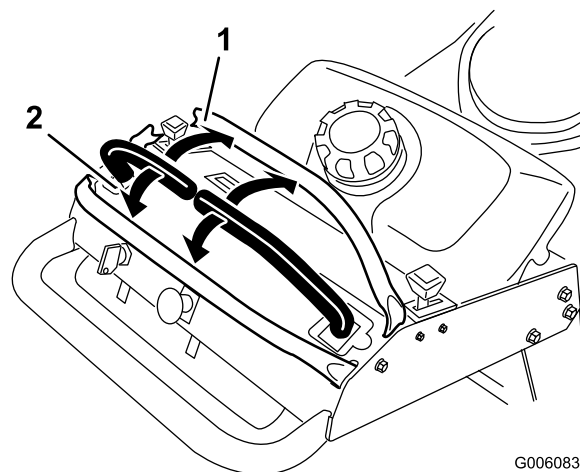

Figure 7
3. Pour vous déplacer en marche avant, poussez doucement les leviers de commande de déplacement vers l'avant (Figure 7).
Pour vous déplacer en ligne droite, appliquez une pression égale sur les deux leviers de déplacement (Figure 7).
Pour tourner, rapprochez du point mort le levier de commande correspondant à la direction que vous voulez prendre (Figure 7).
2. Pour vous déplacer en marche arrière, tirez doucement les leviers en arrière (Figure 7).
Pour tourner, relâchez le levier de commande correspondant à la direction que vous voulez prendre (Figure 7).